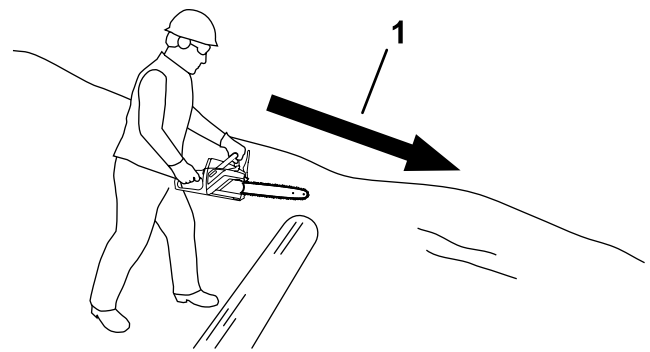

Figure 22
- Si la grume se trouve sur une pente, tenez-vous toujours en amont (Figure 22).